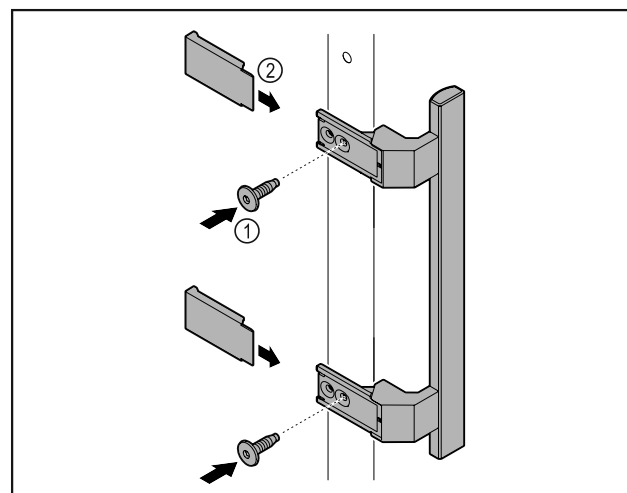

Fig. 5
- Atașați mânerul din pachetul de accesorii la ușă cu ajutorul șuruburilor incluse Fig. 5 (1).
- Aplicați capacul Fig. 5 (2).